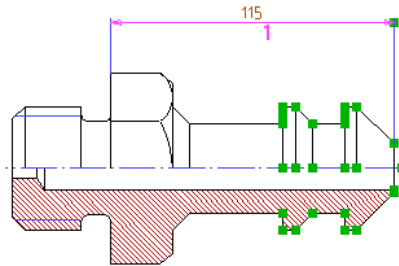

Рисунок 1.18 – П'ятий етап створення параметричної моделі
6. Клацніть лівою кнопкою миші для підтвердження. У тексті розміру з'явиться номер параметричного розміру (рис. 1.18).